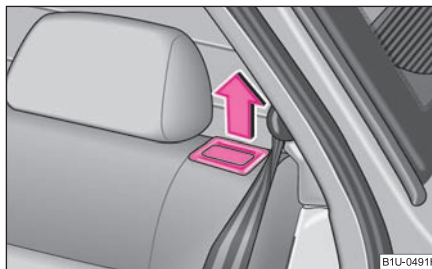

Fig. 60 Deblocarea spătarului banchetei
- Deblocați spătarul trăgând de butonul de siguranță ⇒ pagina 60, fig. 60 și rabatați-l în față.